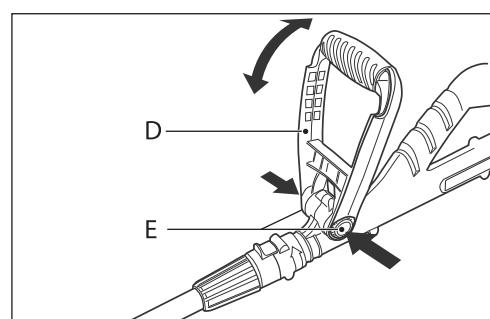

Рис. 6
Угол наклона рукоятки вы можете поменять, нажав на фиксирующие кнопки (E) и перемещая рукоятку (D) (рис. 6).